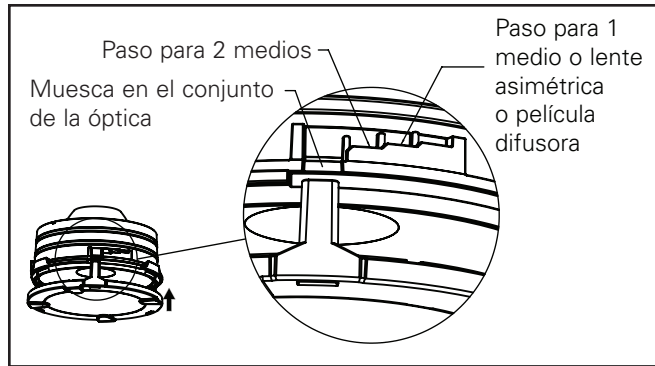

Figura 5
4. Introduzca la unidad de medios alineando la lengüeta del soporte de medios con la muesca en la unidad de la óptica (Figura 5).